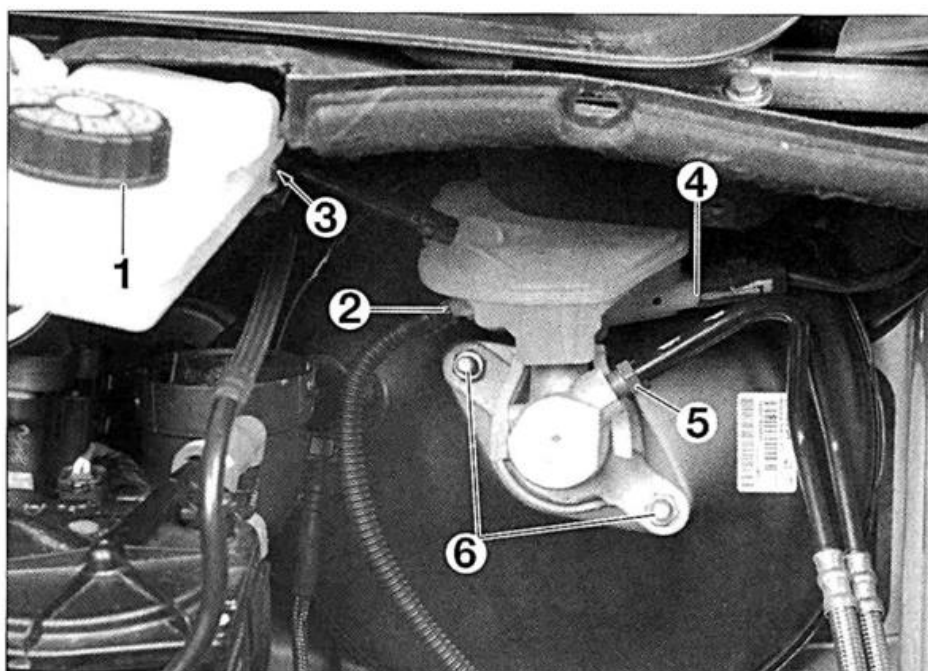

FIG. 13
- Desmontar el tapón del depósito superior (1) (fig. 13).
- Desconectando el tubo (2) de alimentación de cilindro de mando de embrague, vaciar el líquido de freno contenido en los depósitos.
- Separar el rácor engatillable (3).
- Desenchufar el conector del indicador de nivel (4).
- Desconectar las tuberías (5) del cilindro principal.